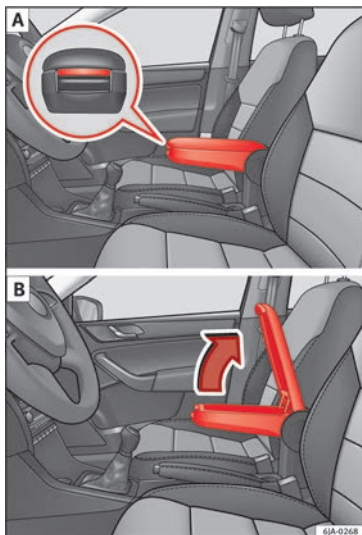

Fig. 144 Accoudoir/ouvrir et fermer le rangement.
- Appuyez sur la touche située à l'avant de l'accoudoir » **fig. 144 - [A]**.
- Soulevez la trappe du rangement » **fig. 144 - [B]**.